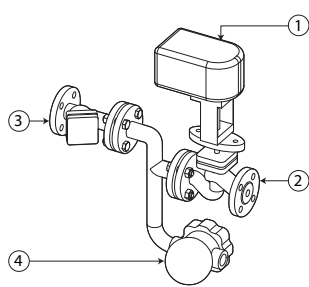

Fig. 4.n
- En cas de vannes de régulation avec raccords filetés, SAKV\*\*\*\*\*J\*, combinées à un kit optionnel, SAKR\*\*\*\*\*U\*, raccorder les adaptateurs à la vanne comme indiqué sur la figure 4.a.
- Raccorder l'actionneur SAKA\*\*\*\*\* ① à la vanne de régulation ②.